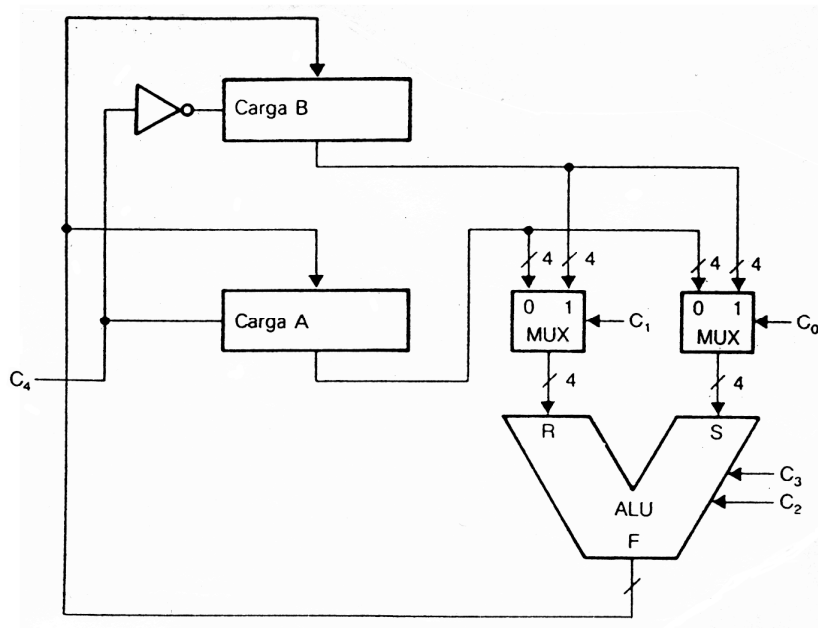

Figura 1. ALU y registros del problema 1.
1. Considere la ALU y registros que se ilustran en la Figura 1.